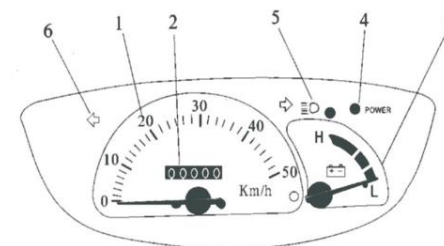

Рисунок 4-15
2. Приборы и дисплей контроллера (см. рисунок 4-15)